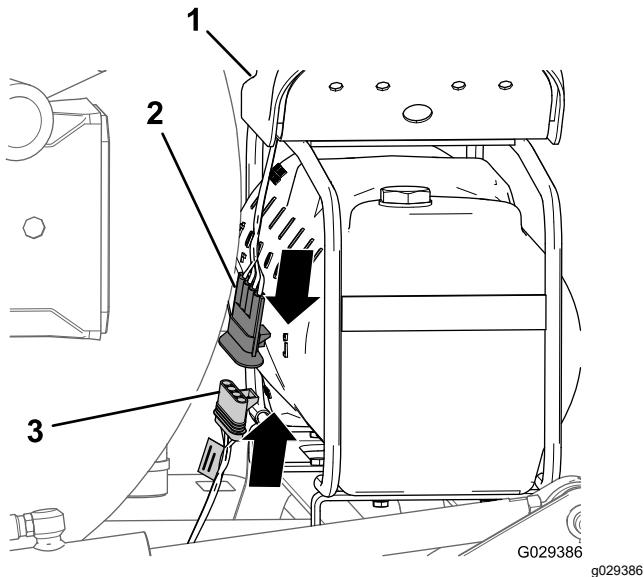

Рисунок 183
1. В конце ответвления жгута проводов длиной 236 см совместите 4-гнездовой разъем жгута проводов доводочного комплекта с 4-штыревым разъемом жгута проводов компрессора (Рисунок 183).
| 2. Вставьте 4-штыревой разъем в 4-гнездовой разъем (Рисунок 183). | |
2. Вставьте 4-штыревой разъем в 4-гнездовой разъем (Рисунок 183).